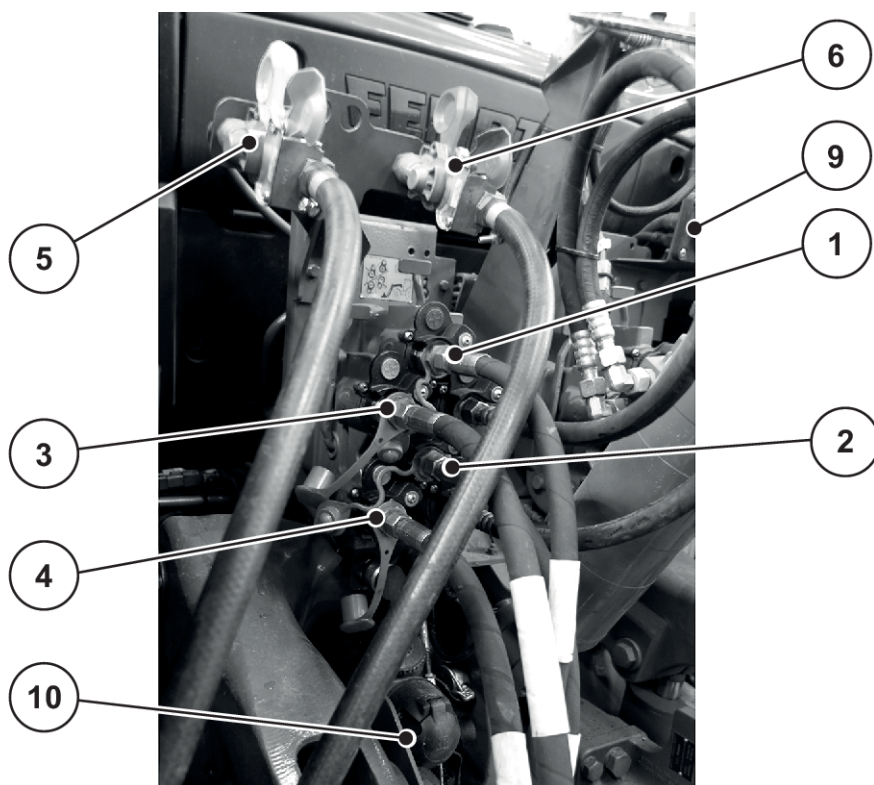

Fig. 25: Ordinea de racordare a conductelor mașinii la tractor
A se vedea Fig. 25
- ▶ Respectați succesiunea de racordare: A se vedea Fig. 25 Ordinea de racordare a conductelor mașinii la tractor